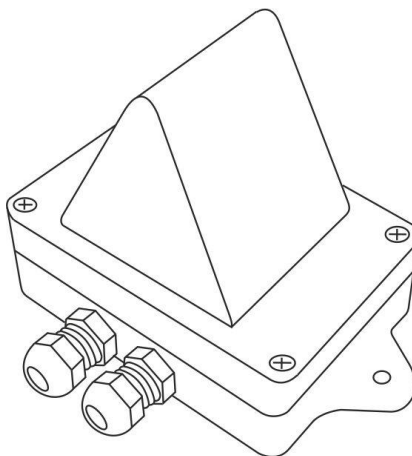

Рисунок 5.7. Сигнальная лампа GC-0611W3
1. Сигнальная лампа GC-0611W3 (рис.5.7). Сигнальная лампа имеет влагозащитенность по группе IP56.